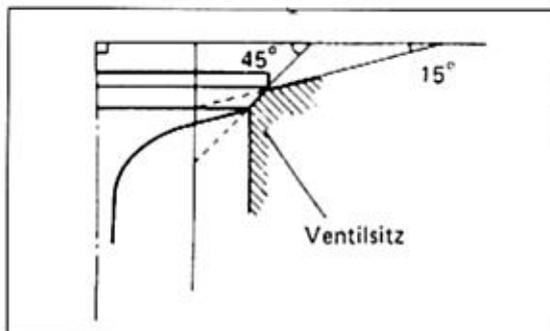

Bild 113
-  Spiel der Nockenwellenlager mit Kunststoff-(Plastigage-)Streifen messen. (Verschleissgrenze 0,150 mm). Dazu Mess-Streifen auf Nockenwelle ins ölfreie geöffnete Lager legen, Zylinderkopfdeckel (ohne Dichtmasse oder -Reste) montieren (siehe Kapitel 10.3). **Welle nicht drehen!** Nach Wiederöffnen Lagerspiel an Quetschbreite des Streifens ablesen (je breiter der Streifen, desto geringer das Spiel, Bild 113). Bei Überschreiten der Verschleissgrenze Innendurchmesser des Nockenwellenlagers und Aussendurchmesser des Lagerzapfens der Nockenwelle messen.